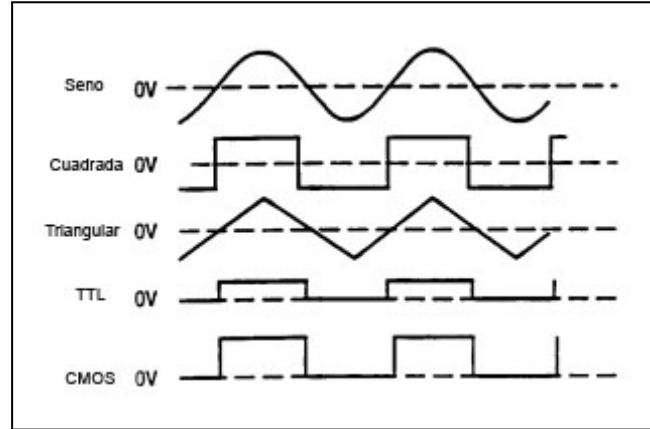

Figura 2. Formas de onda de salida y relación de fase
1. Inicialmente, verifique los switches **DUTY CYCLE** (14), **CMOS LEVEL**(13), **DC OFSSET**(12), y - 20dB (11) estén desactivados. Esto producirá una onda simétrica no afectada por el generador de barrido y otros controles.
2. Enchufé la unidad en una fuente de energía apropiada y enciéndalo oprimiendo el switch **POWER** (1)
3. Seleccione la onda de forma deseada (**SINE**, **SQUARE**, **TRIANGLE**) oprimiendo uno de los switches de **FUNCTION** (3). Sus relaciones de fase se muestran en la figura 2.
4. Seleccione la frecuencia de la onda de forma oprimiendo uno de los switches **RANGE** (2).
5. Gire el control **FREQUENCY** (15) para fijar la frecuencia de salida rápidamente al valor deseado. La frecuencia seleccionada estará disponible en el jack **OUTPUT** (6). Además, una señal digital estará presente en el jack **TTL/MOS** (7) (Refiérase a la señal **TTL/CMOS OUTPUT** de este manual.